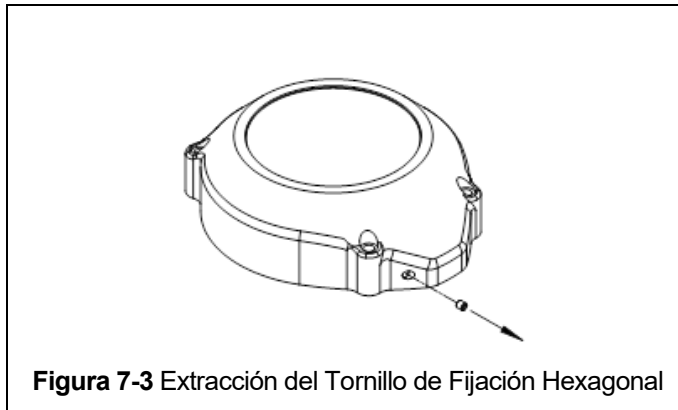

Figura 7-3 Extracción del Tornillo de Fijación Hexagonal
- 3) Retire el Tornillo de Fijación Hexagonal de la Cubierta del Freno como se muestra en la Figura 7-3.